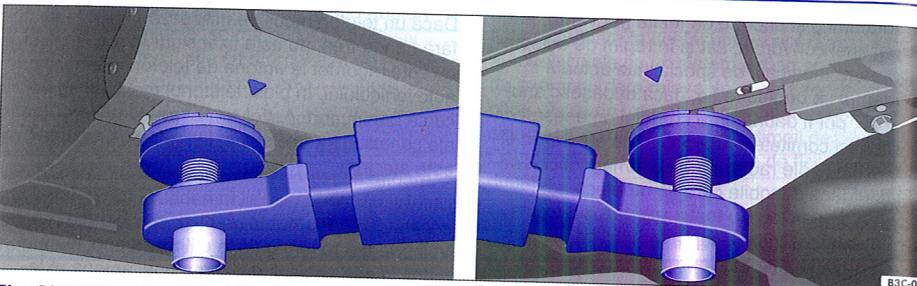
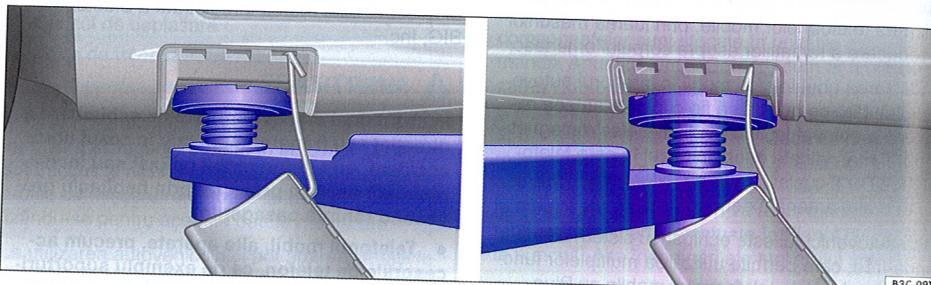

Fig. 208 Ridicarea cu elevatorul: punctele de prindere ale autovehiculului fără capace de mascare.
Fig. 209 Ridicarea cu elevatorul: punctele de prindere ale autovehiculului cu capace de mascare.
Autovehiculul se va ridica cu elevatorul numai în punctele indicate în imaginile ⇒ fig. 208 și ⇒ fig. 209. Dacă autovehiculul nu se ridică în punctele indicate, se pot produce răniri grave ⇒ ① și avarie-rea autovehiculului ⇒ ▲.
- Ridicați autovehiculele doar în punctele indicate în imaginile ⇒ fig. 208 și ⇒ fig. 209. Dacă autovehiculul nu este ridicat în punctele indicate, poate cădea de pe elevator, de exemplu la demontarea motorului sau a cutiei de viteze.